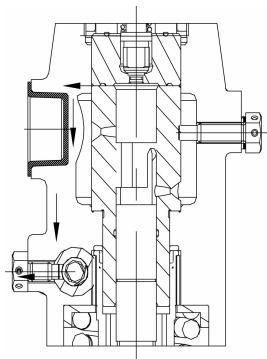
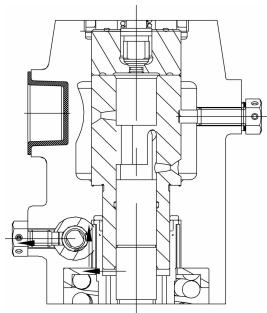

图2
图3
(1) 柱塞套装配面不平整或是有压痕,通过泵体壁、调节齿圈、调节齿杆沿着齿条孔流出,见图2。
(2) 喷油泵下体回油管路不畅通,正常回油不能及时从回油道排出,受高速运动的柱塞影响形成油雾,附着在泵体壁上并液化,最后沿齿条孔流出。
(3) 泵体柱塞套定位面加工表面质量差或有压痕,装配面贴合不良,在定位面处形成积油,最后沿着泵体壁从齿条孔流出,如图3所示。
(4) 柱塞与柱塞套配合间隙过大,则柱塞回油量就大,多余的油会在柱塞套内积存,最后从柱塞